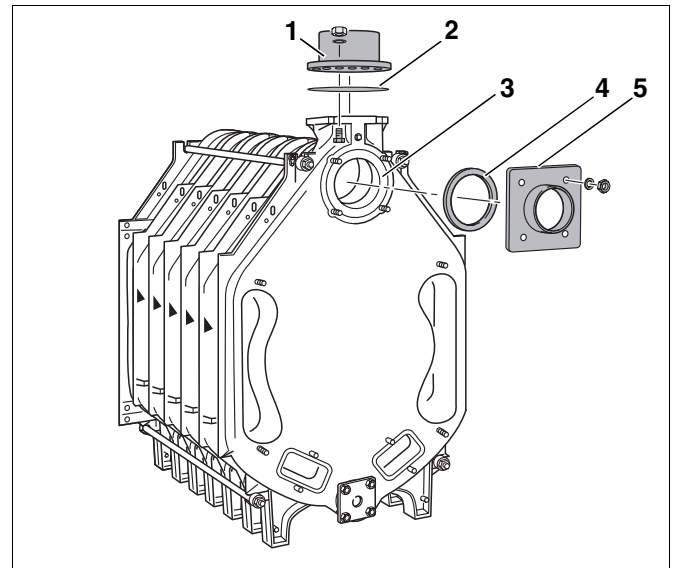

Abb. 28 Anschlussflansche montieren
Auf die obere Kesselnabe (Abb. 28, **Pos. 3** – Rücklaufanschluss) wird bei dem späteren Anschluss des Rücklaufs der Vorschweißflansch (mit angeschweißter Verrohrung) montiert.
Dargestellt sind Rechteck-Vorschweißflansch und Flachdichtung (Abb. 28, **Pos. 4** und **5**).
- Der Vorlaufanschlussflansch (Abb. 28, **Pos. 1**) mit Flachdichtung (Abb. 28, **Pos. 2**) wird für den späteren Anschluss des Vorlaufs benötigt.